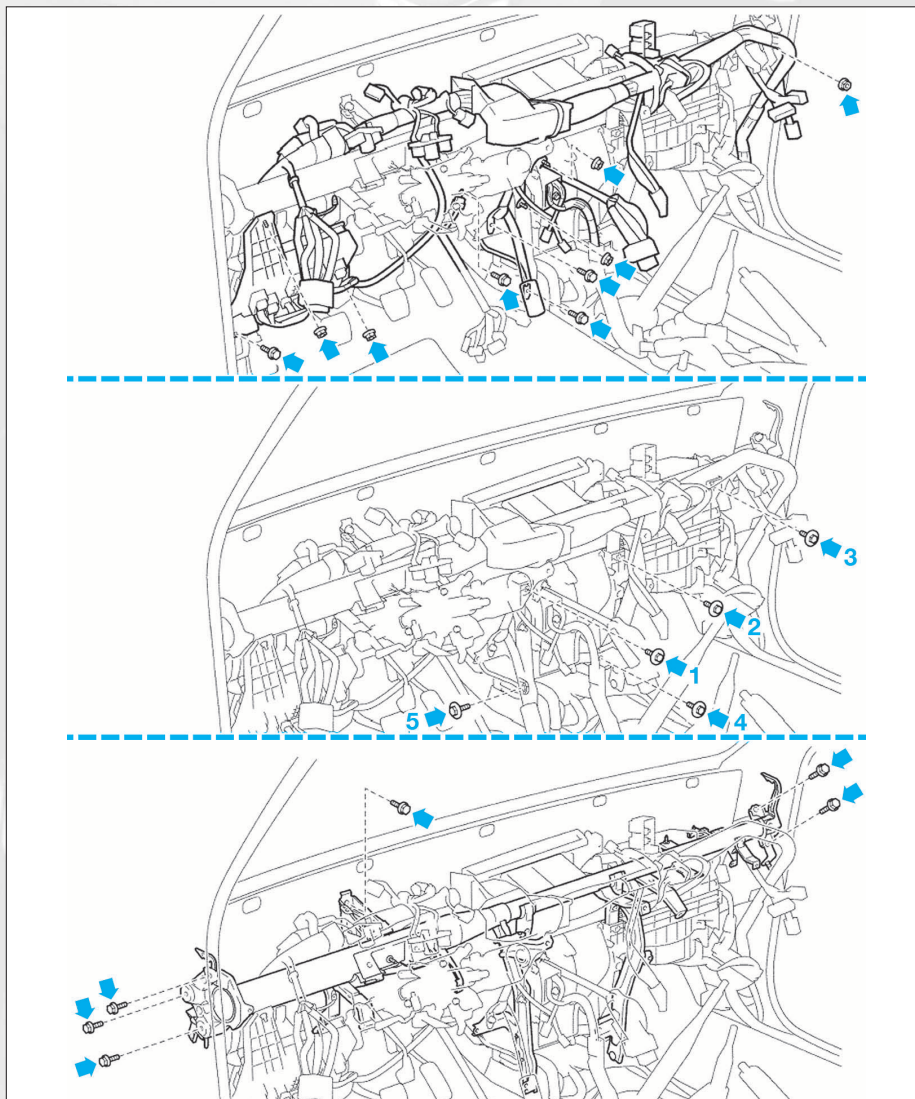

FIG. 13
- Déposer les différents écrous et vis de la traverse de planche de bord (**fig. 13**).
- pour poser l'ensemble de boîtier de chauffage-climatisation, serrer les vis dans l'ordre indiqué (fig. 13).